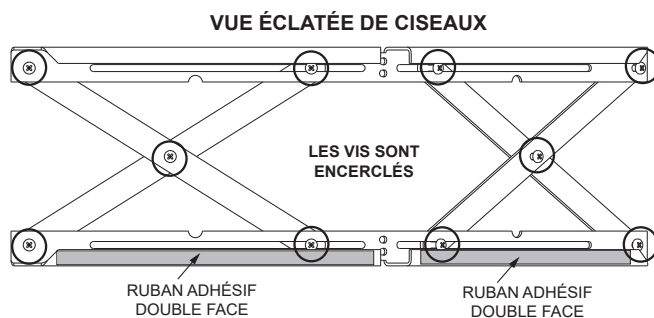

Figure 25.1
1. Les 10 vis de chaque mécanisme extensible sont fournies desserrées (**Figure 25.1**).